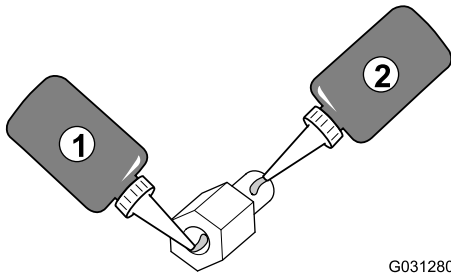

図 150
2. ねじ山付きスタンドオフのナットのねじ溝部分にロッキングコンパウンド浸潤性ウィッキングタイプ、保持力は中強を塗る 図 150。
4. ねじ山付きスタンドオフのスタッドのねじ山部分にロッキングコンパウンド浸潤性ウィッキングタイプ、保持力は中強を塗る 図 150。